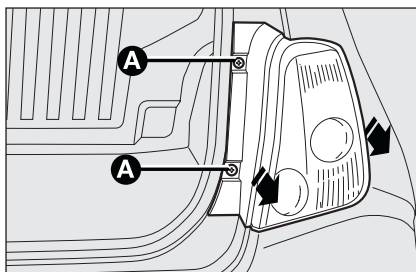

fig. 26
- ☐ desenroscar los dos tornillos de fijación **A**-fig. 26 y extraer el grupo óptico axialmente, sin girarlo;